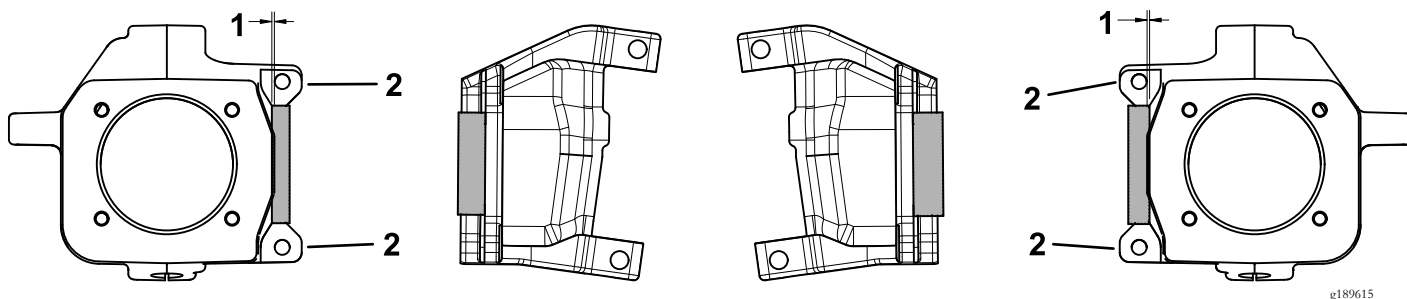

Figura 7
1. Rettificate di 1,78 mm nell'articolazione dello sterzo destra e sinistra come mostrato in Figura 7.
**Importante:** Non rettificate le superfici mostrate in Figura 7.